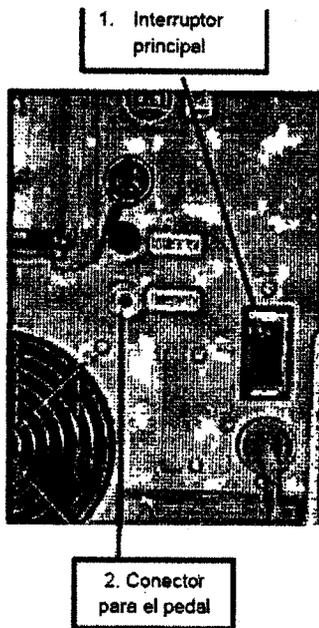

Figura 3: Preparaciones para el uso
- Inspeccione y asegúrese que el interruptor principal (ubicado en la parte posterior del dispositivo, ver Figura 3) esté apagado.
- Conecte el conector del pedal a su respectivo puerto en la parte posterior del dispositivo (consulte la Figura 3).